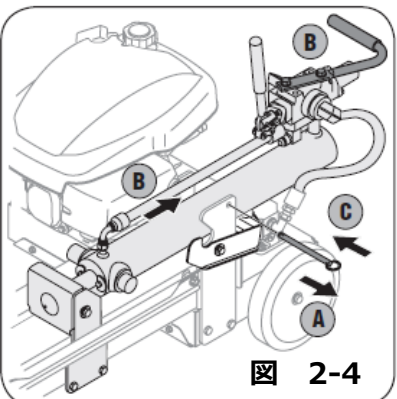

図 2-4
8. A. シリンダーベースからロッキングピンを抜きます。（図2-4参照）